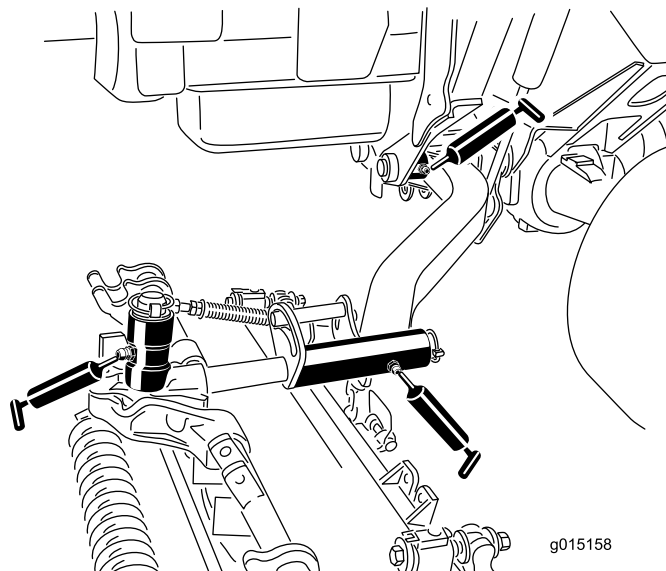

Figura 51
- Casquilhos da articulação do braço de elevação (1 por unidade de corte) (Figura 51)
- Estrutura suporte da unidade de corte (2 por cada unidade de corte) (Figura 51)
- Articulação do braço de elevação da unidade de corte (1 por cada unidade de corte) (Figura 51)